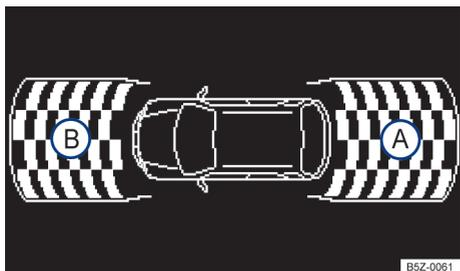

Fig. 106 Exibição do display do controle de distância de estacionamento dianteiro e traseiro no rádio (não disponível para algumas versões).
Dependendo da versão do veículo, será exibido no display do rádio (não disponível para algumas versões) → Fig. 106 a área examinada pelos sensores de ultrassom na parte dianteira (B) e traseira (A) do veículo. Possíveis obstáculos são exibidos tomando o veículo como ponto de referência → ⚠️.
→ Fig. 106